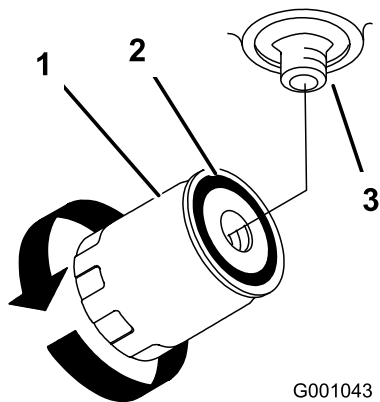

Figure 73
7. Appliquez une fine couche d'huile propre sur le joint en caoutchouc du filtre de rechange (Figure 73).
en caoutchouc vienne toucher l'adaptateur du filtre. Serrez ensuite le filtre de 1/2 tour supplémentaire (Figure 73).